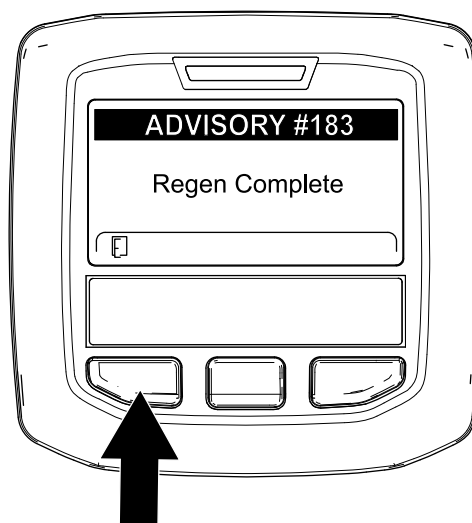

Figura 58
9. Quando o computador do motor conclui uma regeneração em estacionamento ou de recuperação, o InfoCenter apresenta o AVISO N.º 183 (Figura 58). Prima o botão esquerdo para sair para o ecrã inicial.